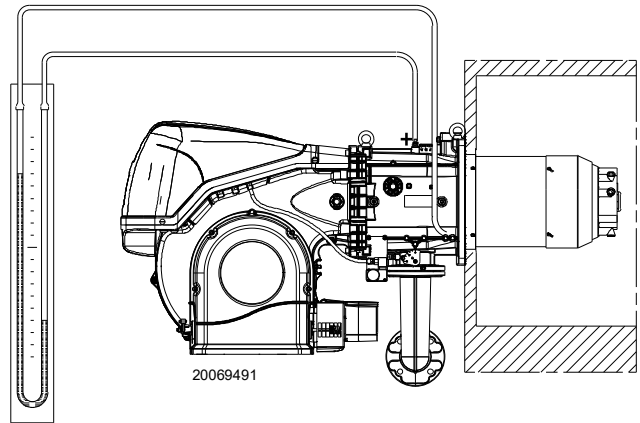

Рис. 25
- Соедините U-образный манометр или дифференциальный манометр (Рис. 25) со штуцером (+) замера давления газа на патрубке, а (-) с камерой сгорания. Служит для получения приблизительной МАКС. мощности горелки через .